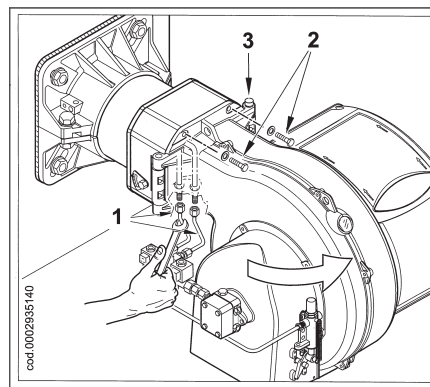

Рисунок 1
- 2) Открутите четыре винта (2) и поверните горелку вокруг пальца (3), помещённого в специальный шарнир (рисунок 1).